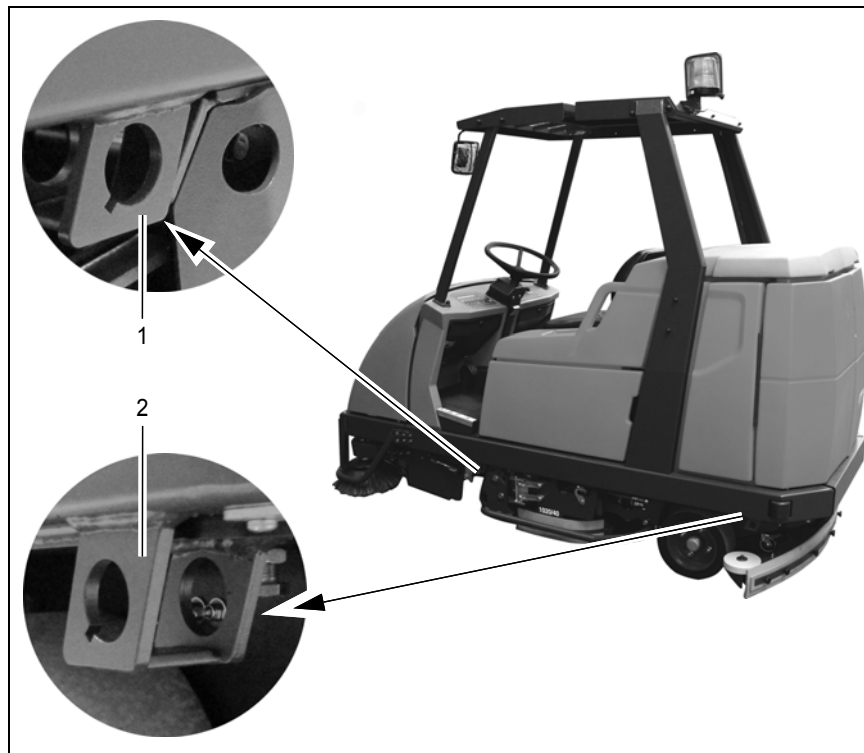

Abb. 44
- Dazu befinden sich sowohl rechts als auch links Befestigungspunkte an der Maschine (Verzurrösen): Hinten am Rahmen sowie seitlich auf Höhe des Einstiegs (Abb. 44/1+2).